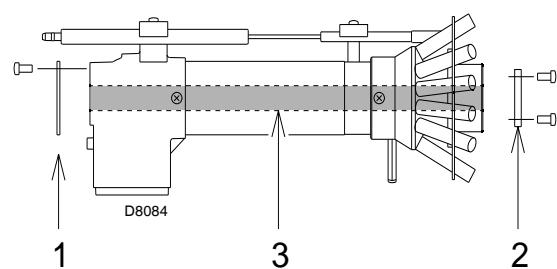

图 19
► 拆下内管 3)(图 19)，安装随系统提供的分配盘 1)-2)。